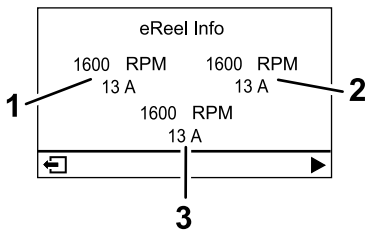

图 17
- eReel 马达屏幕 图 17 显示每个滚刀组马达的速度和电流。